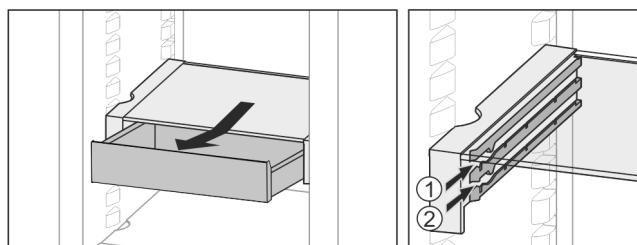

Fig. 34
- Zasuňte ju v ľubovoľnej výške Fig. 34 (1) alebo Fig. 34 (2).